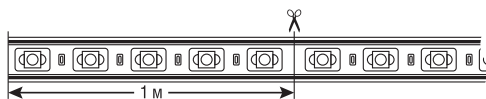
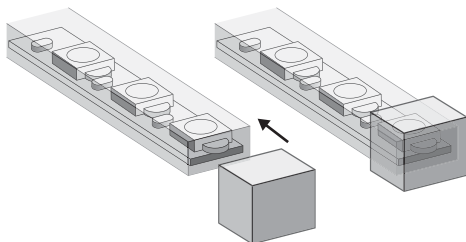

Рис. 2. Разрезание светодиодной ленты.
Рис. 3. Установка заглушки на светодиодную ленту.
- **Разрезание светодиодной ленты на участки.** Светодиодную ленту NLS-3528-IP67-220V можно разрезать на участки, кратные одному сегменту, длина которого равна 1 м. Разрез необходимо производить строго посередине участка, соединяющего смежные сегменты, см. Рис. 2. В месте разреза ленты пропущен сегмент гибкой печатной платы. На окончания участков светодиодной ленты, к которым не планируется производить какие-либо подключения, необходимо установить заглушки NLSC-cup-3528-220 для ленты 3528-IP67-220, Рис. 3. **Внимание!** При установке заглушки необходимо использовать герметик, чтобы обеспечить должную герметичность в месте соединения.